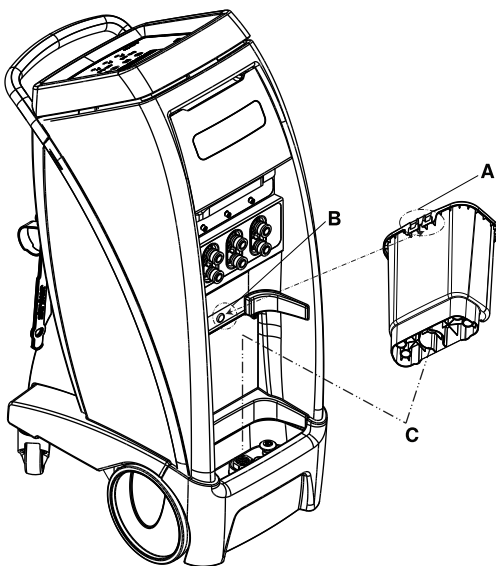

Fig. 8-15: Aftagelig vandbeholder
Vandbeholderen tages ud ved at trække den fremad i en vinkel og løfte den ud (Fig. 8-15 på side 8-27).
1. Vandbeholderen isættes igen ved at rette bunden af vandbeholderen ind efter afløbet (C).
2. Ret hakket bag på vandbeholderen (A) ind efter krogen på regulatoren (B) (Fig. 8-15 på side 8-27)